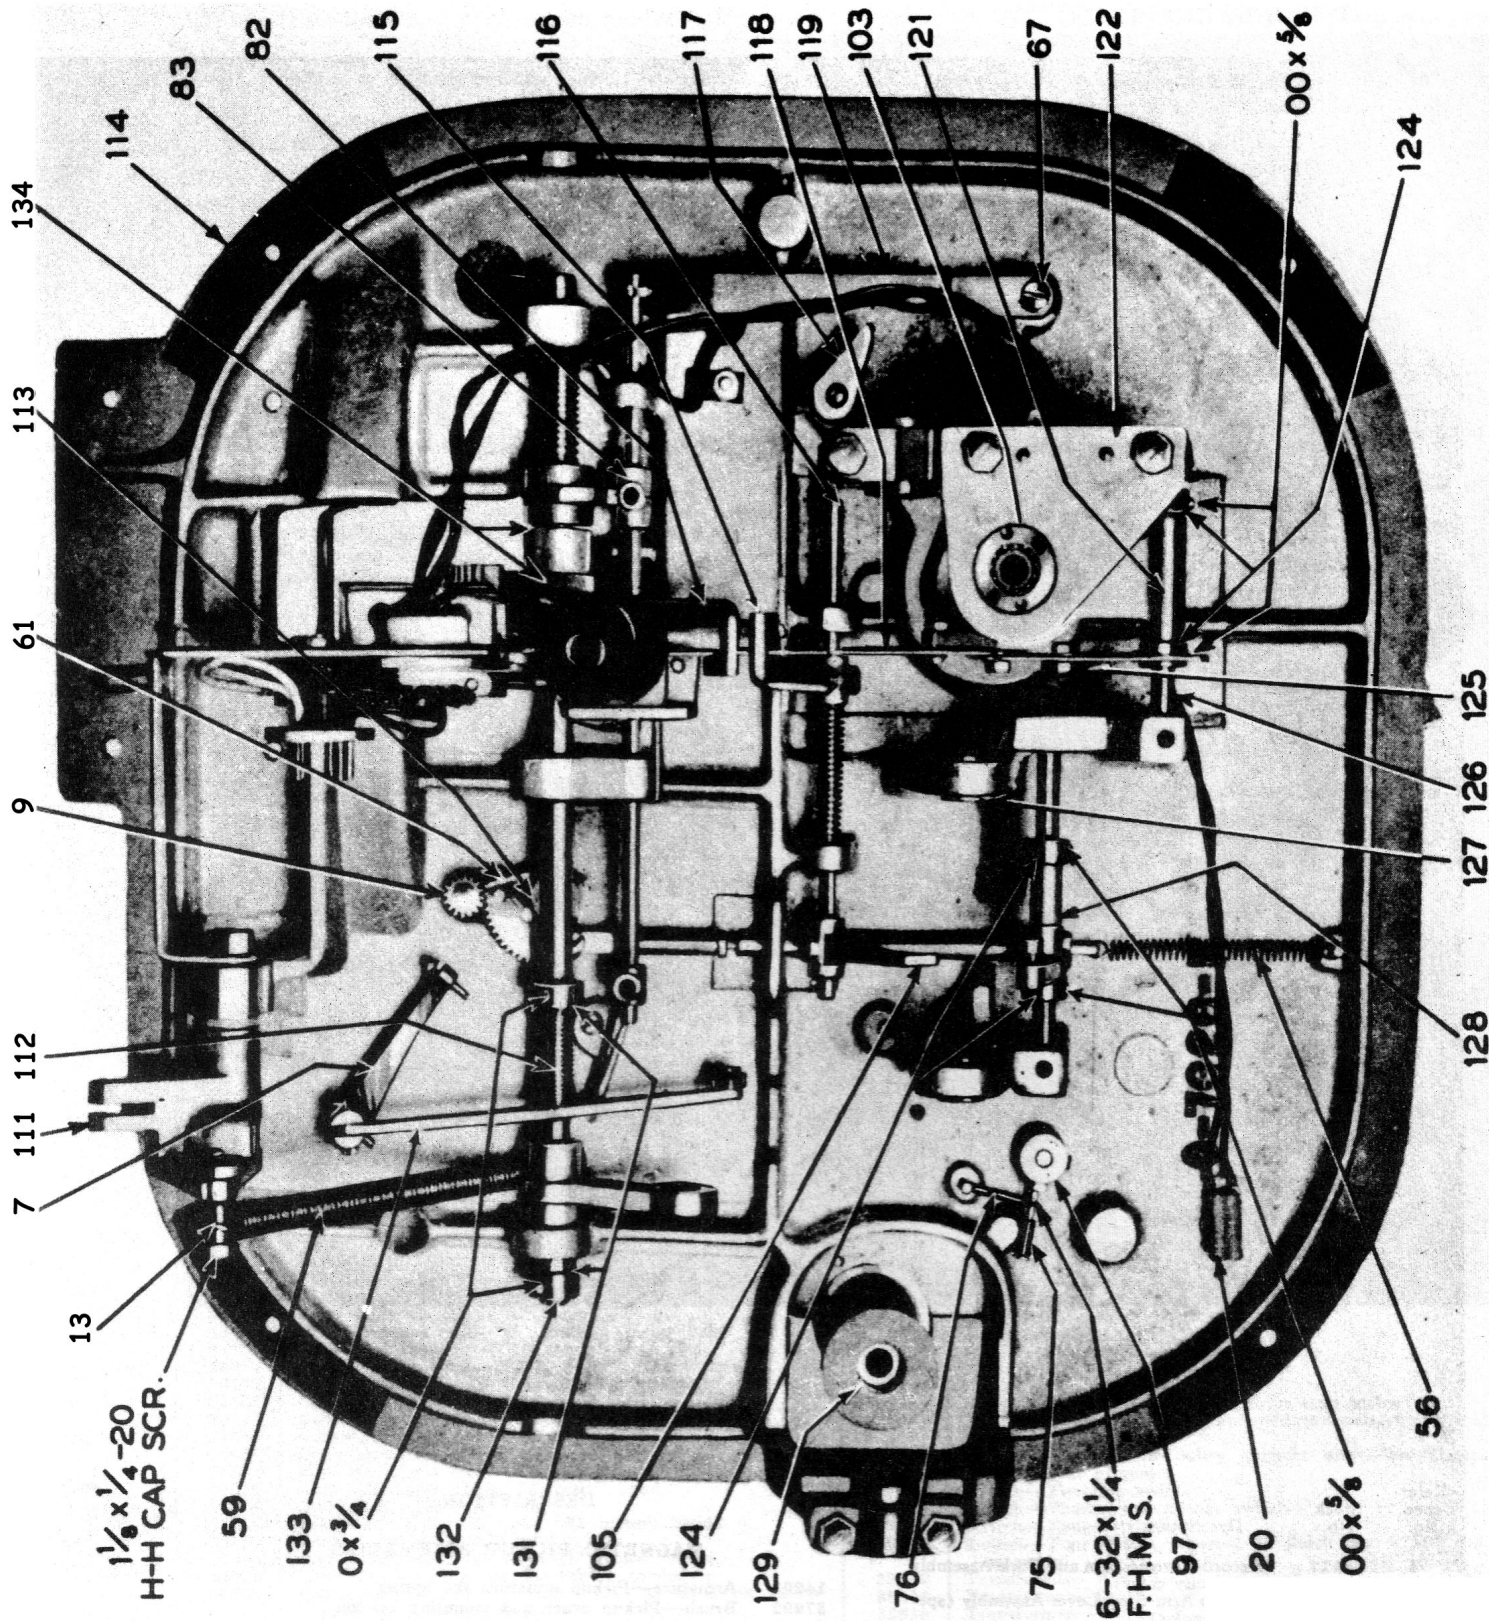

Fig. 7
## 24. TO ADJUST RECORD REPEAT THROW-OUT LEVER (119) (Fig. 7).
## 25. TO ADJUST RECORD REPEAT CLUTCH LEVER (83) (Fig. 7).